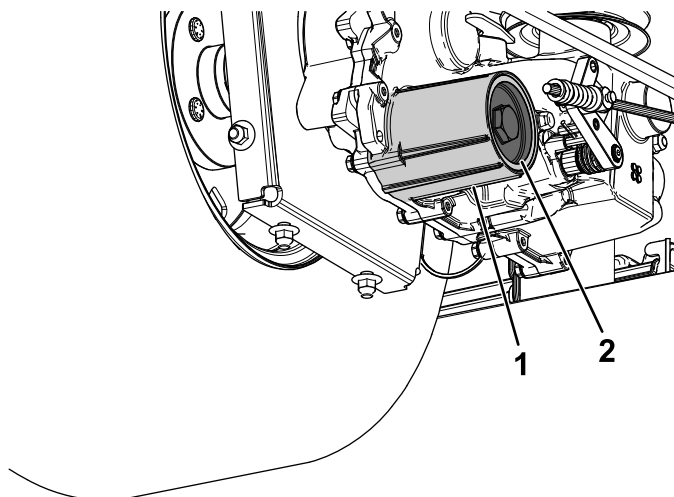

Figura 67
7. Rimuovete la copertura del filtro del fluido idraulico dal transaxle per spurgare il fluido (Figura 67).